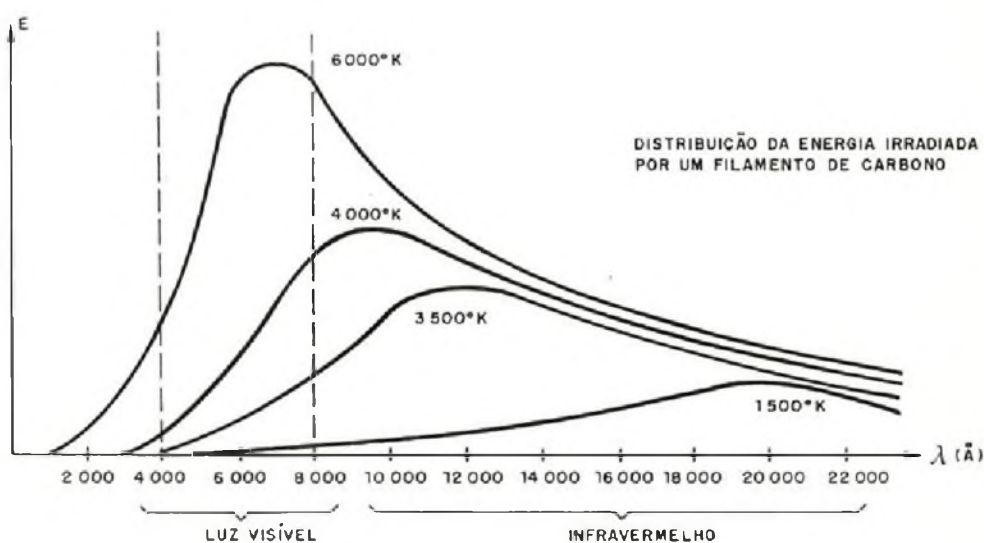

figura 7
2. **Radiação:** todos os corpos, que estejam acima do zero absoluto (-273°C) têm suas partículas num estado de constante vibração. Esta vibração faz com que, elétrons saltem para níveis diferentes de energia e nestes saltos emitem radiação eletromagnética. (figura 7)